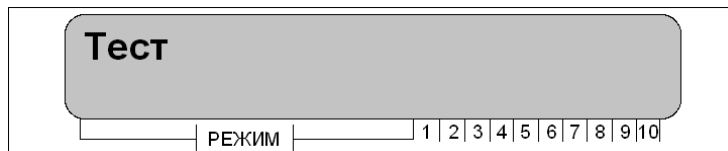

Рисунок 23 – Пункт меню «Тест»
- нажатием клавиши «ВПЕРЕД» необходимо выбрать пункт меню «Тест», рисунок 23;